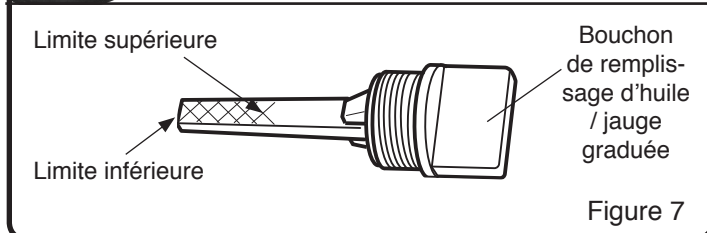

Figure 7
4. Lorsque le niveau d'huile est plein, l'huile sera située à la limite supérieure de la jauge graduée. Si le niveau d'huile est situé est près ou sous la limite inférieure, il faut ajouter de l'huile. (Voir Figure 7)